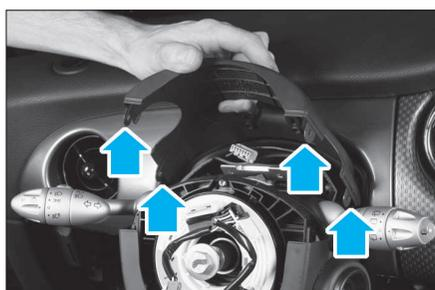

FIG. 6
- le cache supérieur de colonne de direction (Fig.6).